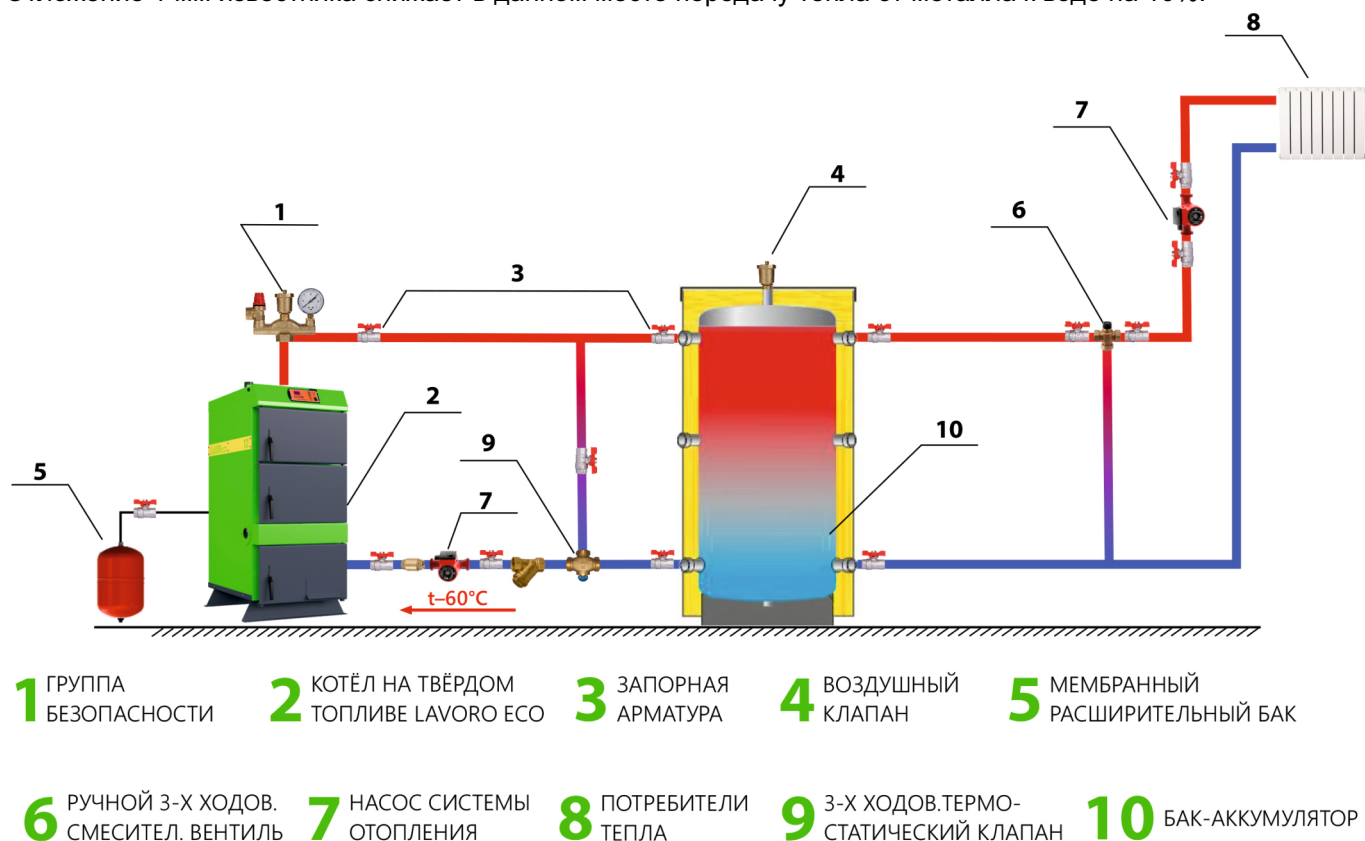

Рисунок 2. Типовая схема обвязки котла Lavoro Eco с баком-аккумулятором
6. Во избежание появления конденсата, что может в несколько раз сократить срок эксплуатации Котла, необходимо систему отопления монтировать по прилагаемым или аналогичным схемам, обеспечивающим температуру возвратной воды не ниже 55°C (см. рис.2,3).